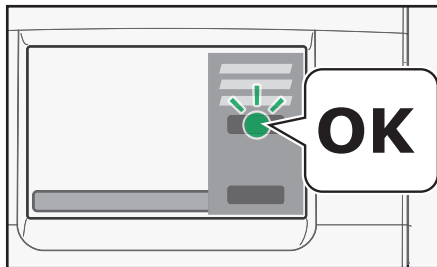

Abb. 5.6- OK tippen während "Spülen" / "Vollständige Reinigung"
8. Tippen Sie auf "OK" (Abb. 5.6) um zu bestätigen, dass Rinza Reinigungstabletten eingelegt sind und dass der Auffangbehälter untergestellt ist.
9. Tippen Sie auf "OK", um den Spülvorgang mit heißem Wasser auszulösen (Abb. 5.6).